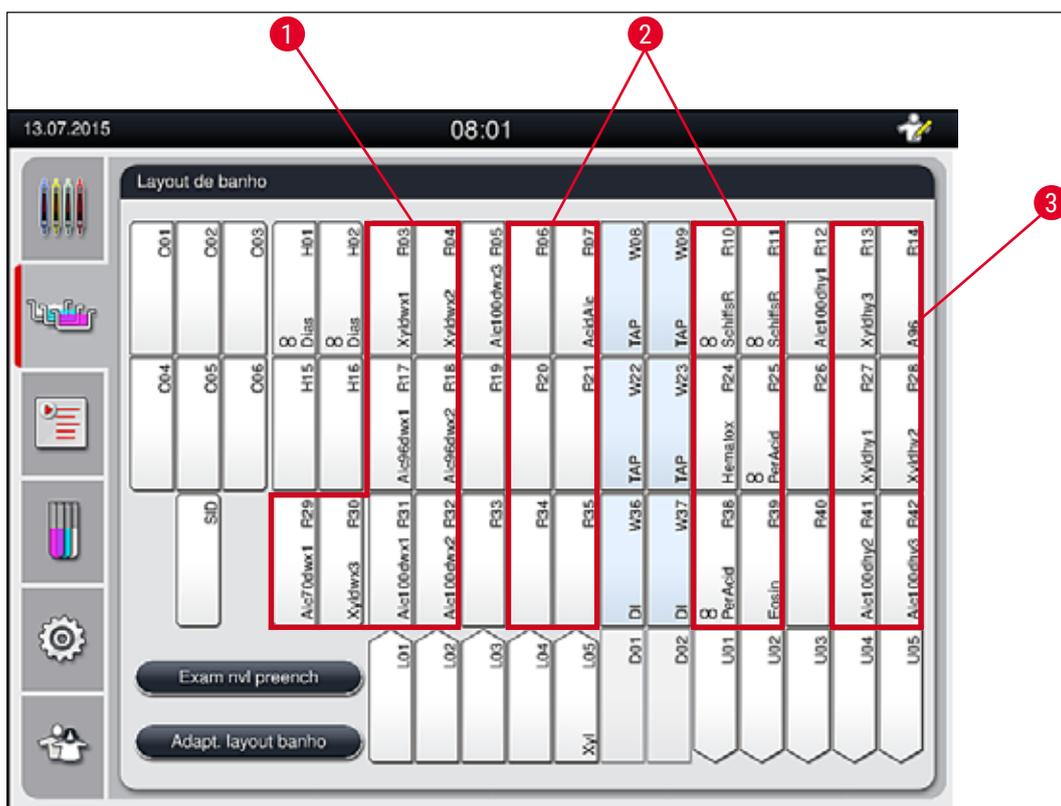

Fig. 39
- Os reagentes de coloração que requerem uma etapa subsequente de água de enxague são posicionados adjacentes aos recipientes de água de enxague (→ "Fig. 39").